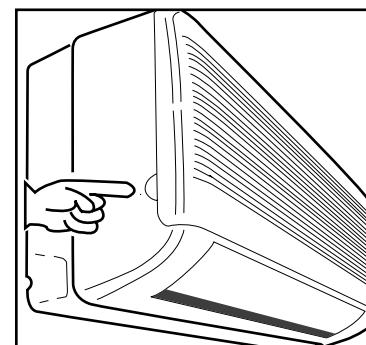

図1
- 室内機の前面パネル左右の下端に指をかけ（前面パネルに指をかけやすいように、本体側にくぼみがあります：図1）手前に引きます。ロックが外れ前面パネルが上端を支点に開きます。